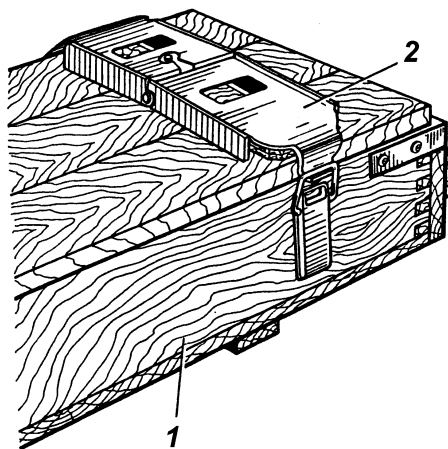

Рис. 13. Встановлення опори машинки 6Ю16:
- відкриває кришку ящика та вводить вусики передньої скоби опори 6Ю16.080 машинки під кришку, після чого накидає петлю замка ящика на гачок задньої скоби опори та закриває замок (рис. 13);